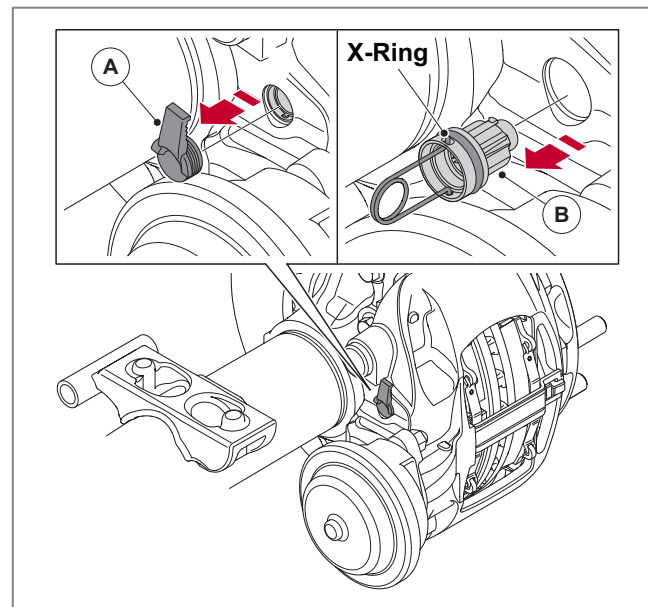

Abb. 73 - Rückstellwelle entfernen
7. Entfernen Sie den Schutzstopfen der Rückstellwelle (A).
8. Führen Sie das SAF-Spezialwerkzeug Art-Nr. 4 434 3885 00 ein und ziehen Sie die Rückstellwelle (B) mit vollständigem X-Ring heraus, *siehe* ► Abb. 73. Der X-Ring muss sich stets an der Rückstellwelle befinden und darf nicht entfernt werden.